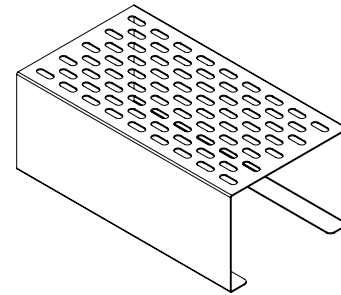

Figure 15
- (1) Étagère métallique en position fixe, voir la Figure 15